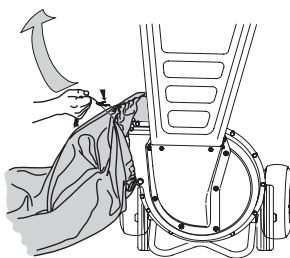

Figura 2
1. Ponga la abertura de la bolsa completamente sobre el canal deflector. Vea la Figura 2.